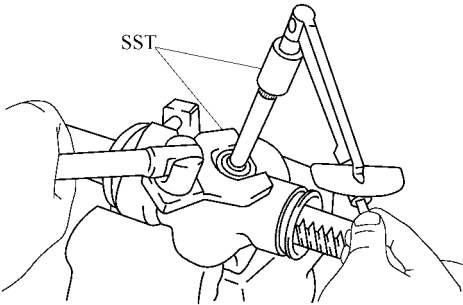

图 16-30 测量轴承的预紧力矩，转动调整螺钉直至达到规定为止
3) 使用扭力计和转向机壳大修工具、转向蜗杆轴承调整套筒在两个方向测量轴承的预紧力矩，转动调整螺钉直至达到规定要求为止，如图 16-30 所示。